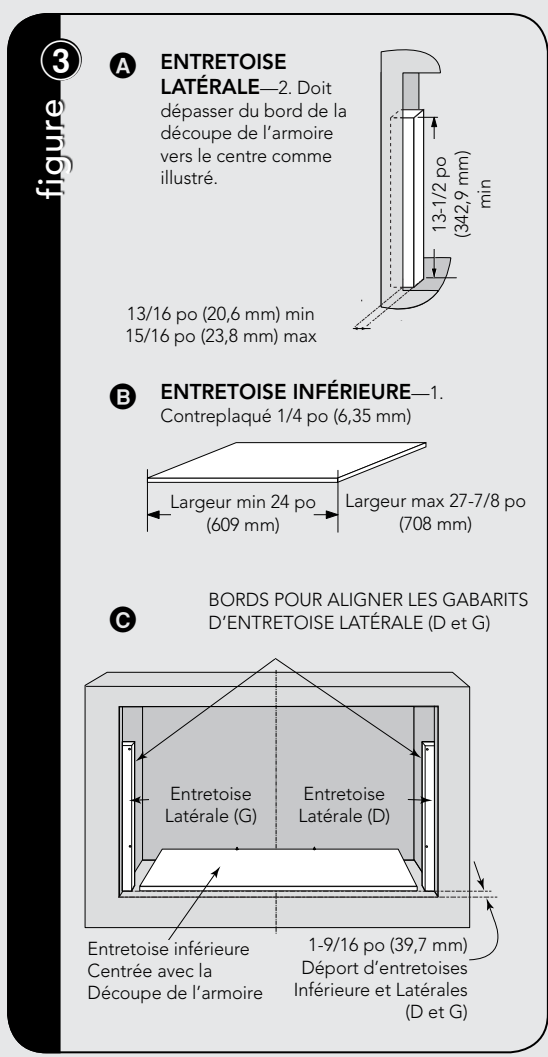

figure 3
Découper les gabarits d'entretoise latérale (D et G) du gabarit de montage encastré. Aligner les bords indiqués aux entretoises droite et gauche correspondantes comme l'illustre la figure 3. Veiller à aligner les bords inférieurs des gabarits d'entretoise latérale avec le plancher de l'ouverture de l'armoire. Percer deux (2) trous marqués « A » sur un gabarit D d'entretoise latérale et deux (2) trous marqués « B » sur un gabarit G d'entretoise latérale avec un foret de 1/16 po (1,6 mm).